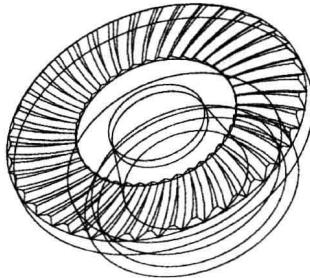

图 1-17 “线框”显示
⑥“线框”：模型可见边线着色，隐藏边线也着色，隐藏线和可见边线颜色相同，如图 1-17 所示。